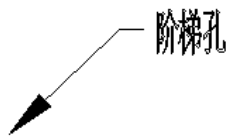

图 4.2.9 标签同一单一引线
- ☑ **标签同一单一引线** 单选项: 用于创建带引导线的图形注释, 图形注释前面的引导线不能弯折, 如图 4.2.9 所示。